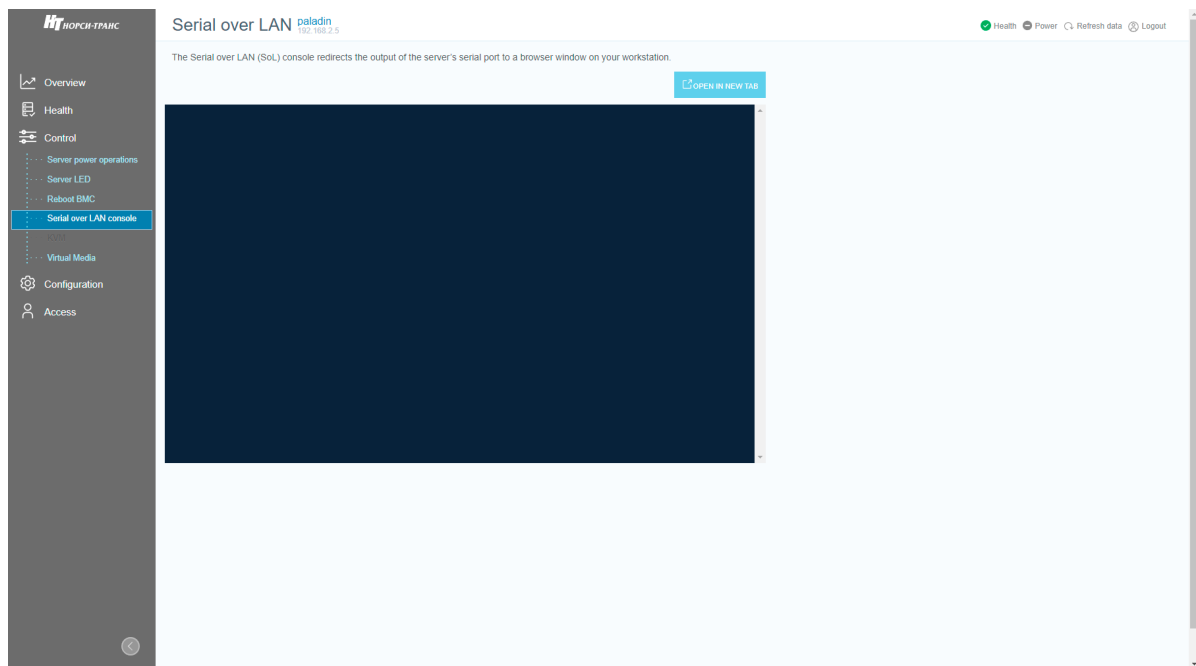

Рис. 75. Окно «Reboot BMC»
- 5) Пройдите во вкладку «Control» → «Serial over LAN» в данной вкладке осуществляется перенаправление выходных данных последовательного порта сервера в окно браузера вашей рабочей станции. Окно показано на рис. 75 Окно «Serial over LAN»